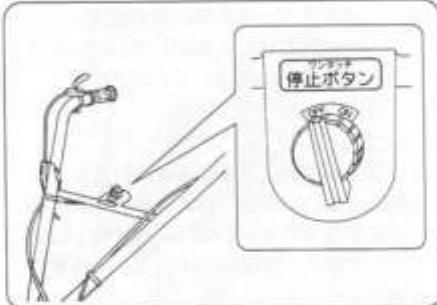

図14
- 停止スイッチを【OFF】位置にしてください。エンジンが停止します。(図14)